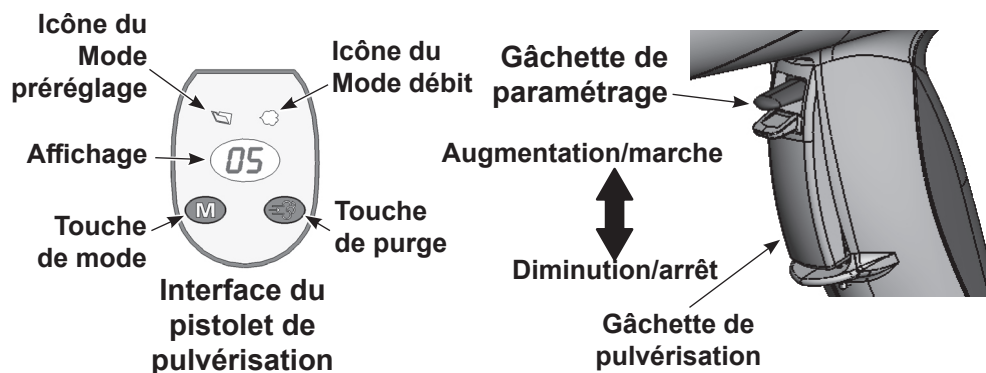

Figure 4 Commandes du pistolet
1. Voir la Figure 4. Relâcher la gâchette de pulvérisation. Les pré réglages ne peuvent pas être modifiés pendant l'actionnement du pistolet.
1. Voir la Figure 4. Maintenir la touche **Mode** enfoncée jusqu'à ce que l'icône **Mode débit** s'allume.
1. Voir la Figure 4. Diriger le pistolet de pulvérisation dans la cabine et relâcher la gâchette de pulvérisation.